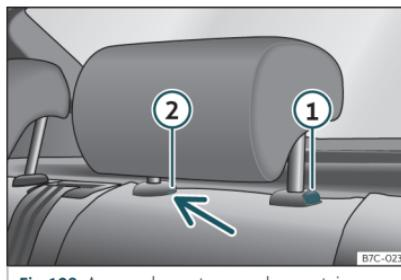

Fig. 108 Apoyacabezas trasero: desmontaje.
- Pulse la tecla » fig. 108 ①, apretando a la vez por el orificio del seguro ② con un destornillador plano de máximo 5 mm de anchura y retire el apoyacabezas.